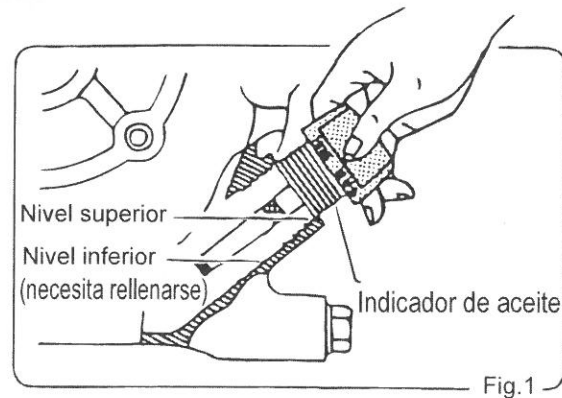

Fig.1
4. Posicione el motor horizontalmente para comprobar el nivel del aceite y rellenarlo cuando sea necesario. Utilice aceite de motor de acuerdo con la tabla siguiente. (Fig.1):